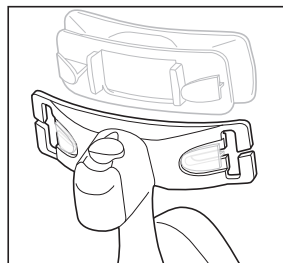

Figura 7
2. **Cuscinetto per la fronte** - Sfilare dall'incavatura del sostegno del cuscinetto per la fronte (Figura 7).